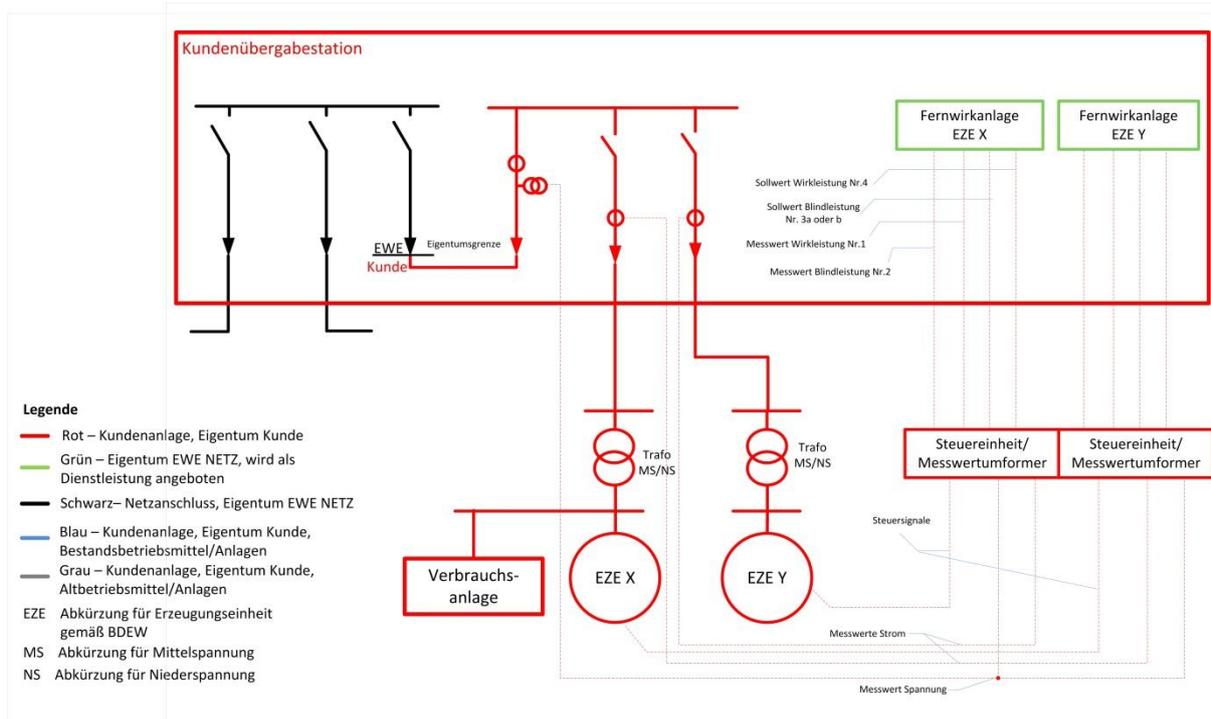

Bild 12: Signalübertragung bei einer Erzeugungsanlage mit zwei Erzeugerarten und einer Verbrauchsanlage
**Hinweis Bild 12:** Sie möchten Ihre Bezugs bzw. Verbrauchsanlage erweitern und am selben Netzanschlusspunkt eine Erzeugungsanlage mit zwei Erzeugerarten neu installieren? Dann müssen Sie dabei folgendes beachten und in Ihrem Regelkonzept oder Anlagenplanung berücksichtigen: